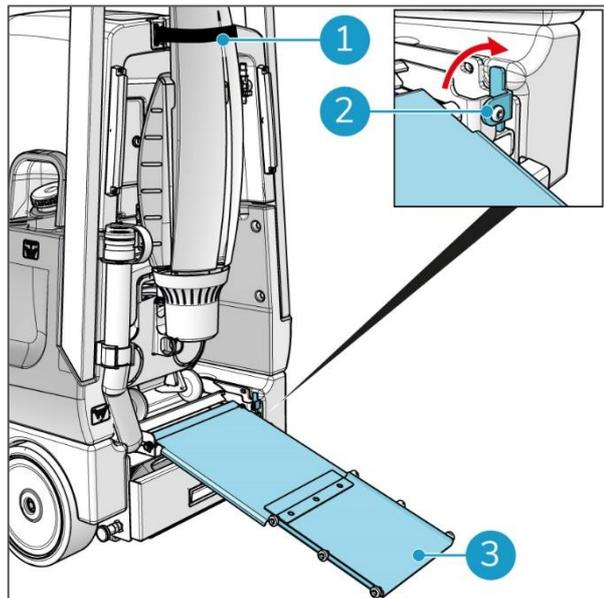

Figure 61
1. Desserrez la sangle qui retient l'i-mop® lite (Figure 61, pos. 1).
2. Débloquez le verrou bleu (Figure 61, pos. 2).
3. Sortez la rampe et déployez-la (Figure 61, pos. 3).